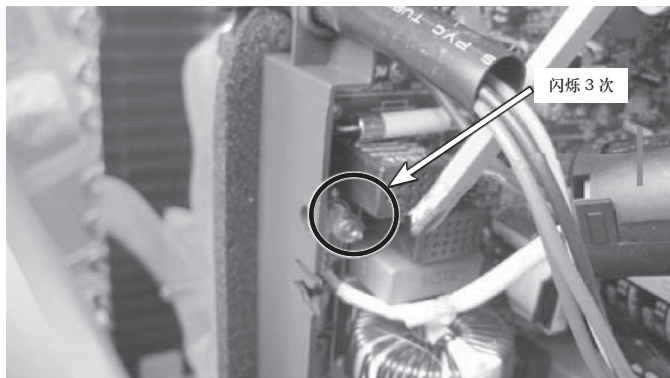

图 4-28 电脑模块故障指示灯
4) 模块板故障指示灯闪 3 次保护，如图 4-28 所示。查故障代码含义为“压缩机排气传感器故障”。